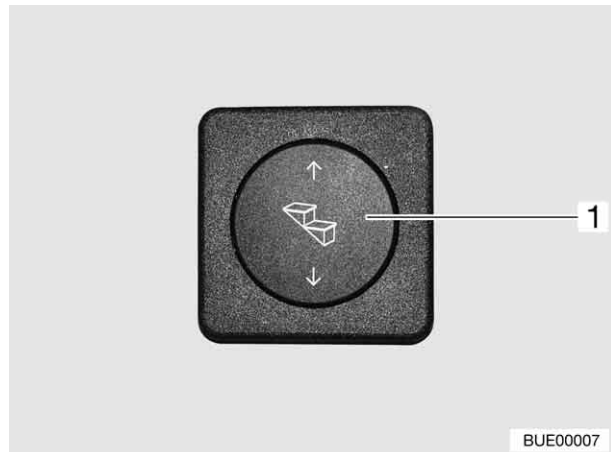

Fig. 5 Interrupteur
- Basculer vers le bas l'interrupteur (Fig. 5,1) se trouvant dans la zone d'entrée.
- Basculer vers le haut l'interrupteur (Fig. 5,1) se trouvant dans la zone d'entrée.